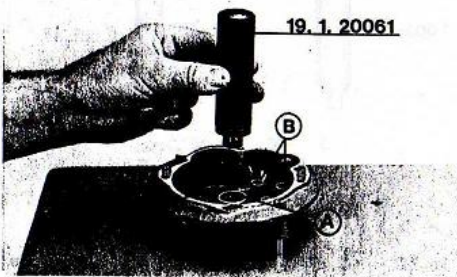

Fig. 68
Fig. 68 - Astucci a rullini sul semicarther mozzo: montare nei relativi alloggi (rispettando le norme riportate a pag. 29) gli astucci a rullini "A" e "B". Utilizzando gli specifici punzoni 19.1.20061 per l'astuccio a rullini "A" e 19.1.20060 per gli astucci a rullini "B".
N.B. - In fig. 68 e 69 è rappresentato il semicarther e il coperchio mozzo dei veicoli versione variatore.